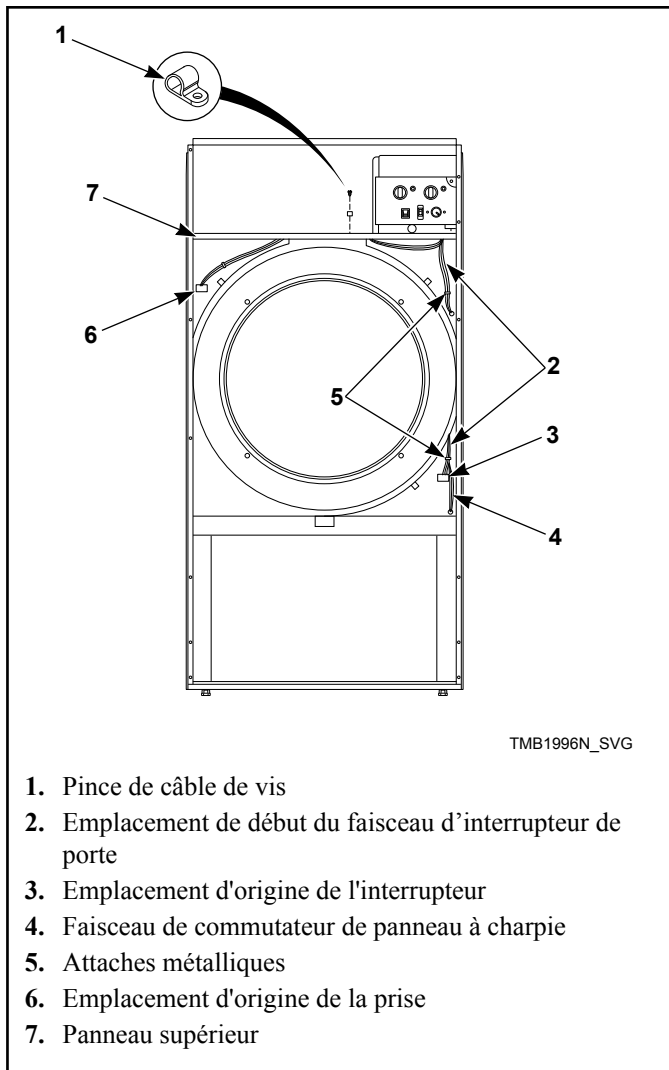

Figure 12
7. Couper les attaches métalliques afin de retirer le faisceau d'interrupteur de porte. Prendre garde à ne pas endommager les fils du faisceau. Se reporter à la *Figure 12*.